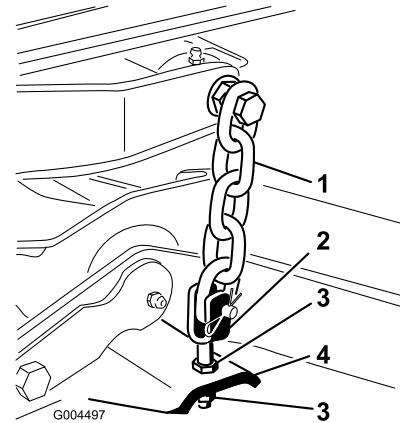

Figura 77
7. Ajuste las contratuercas que fijan las horquillas/cadenas de la parte trasera de la plataforma para elevar la parte trasera, hasta que la inclinación de las cuchillas sea de 8 mm (Figura 77).